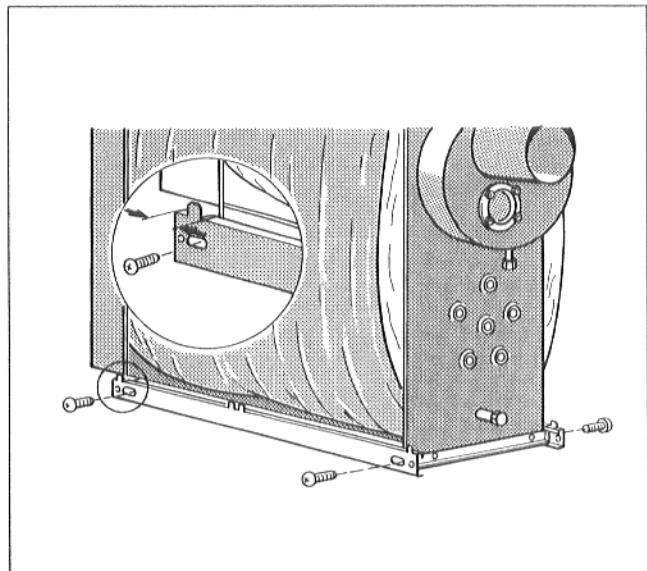

Рис. 9
- Привинтить, не затягивая, боковую рамную планку справа и слева внизу к передней и задней траверсе, использовав для этого по 2 винта (Рис. 9).
Расстояние от передней кромки рамной планки до передней стенки котла должно составлять 38 мм (Рис. 9).